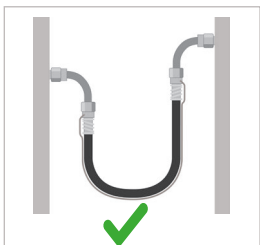
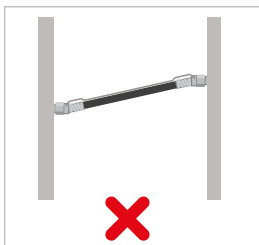

Abbildung 12
Abbildung 13
- ▶ Lassen Sie genügend Spiel bei der Montage des Druckschlauchs, da er sich bei Druckbeaufschlagung um bis zu 4% verkürzen kann (Abbildung 12 und Abbildung 13).